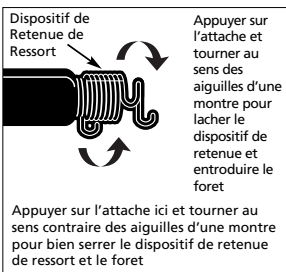

Fig. 1 Dispositif de Retenue de Ressort
Le dispositif de retenue à ressort tient le ciseau. Le dispositif de retenue doit être bien fixé (Voir Figure 1). Le dispositif de retenue est une pièce d'usure normale et doit être remplacé si usé. Remplacer avec le MP2896, jeu de ressort de ciseau (2) pièces. Dévisser le dispositif de retenue pour la fixation de ciseau facile.